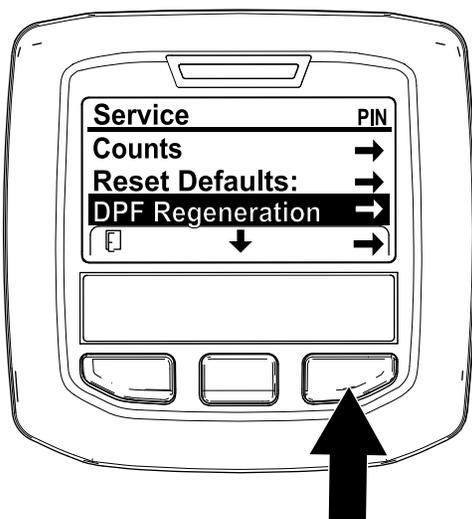

Figura 32
1. Aceda ao menu de manutenção, pressione o botão central para se deslocar para a opção DPF REGENERATION (Regeneração do DPF) (Figura 32).
2. Pressione o botão direito para seleccionar a entrada Regeneração do filtro de partículas de gásóleo (Figura 32).